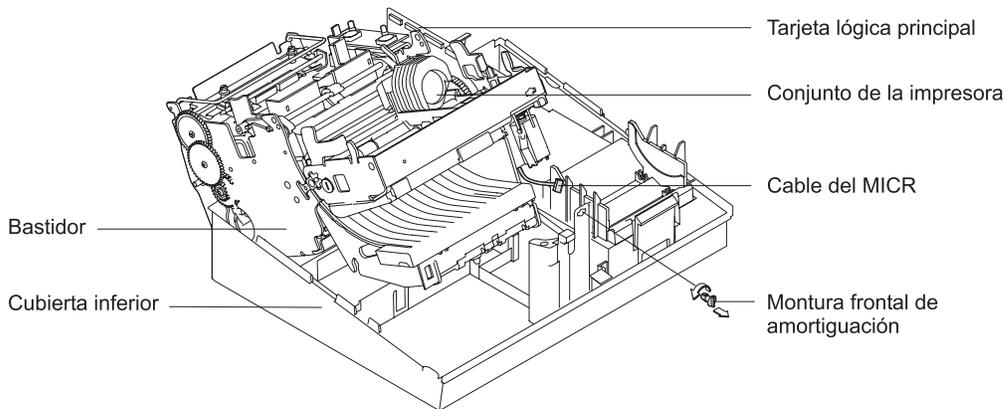

Figura 4-57. Extracción de la montura frontal de amortiguación y desconexión del cable del MICR
4. Gire la montura frontal de amortiguación hasta la posición horizontal y tire de ella para extraerla. Consulte la Figura 4-57.
5. Levante la parte frontal del bastidor de la impresora hasta una altura suficiente para poder acceder al interior y desconecte el cable del lector MICR. Consulte la Figura 4-57. Vuelva a este procedimiento.